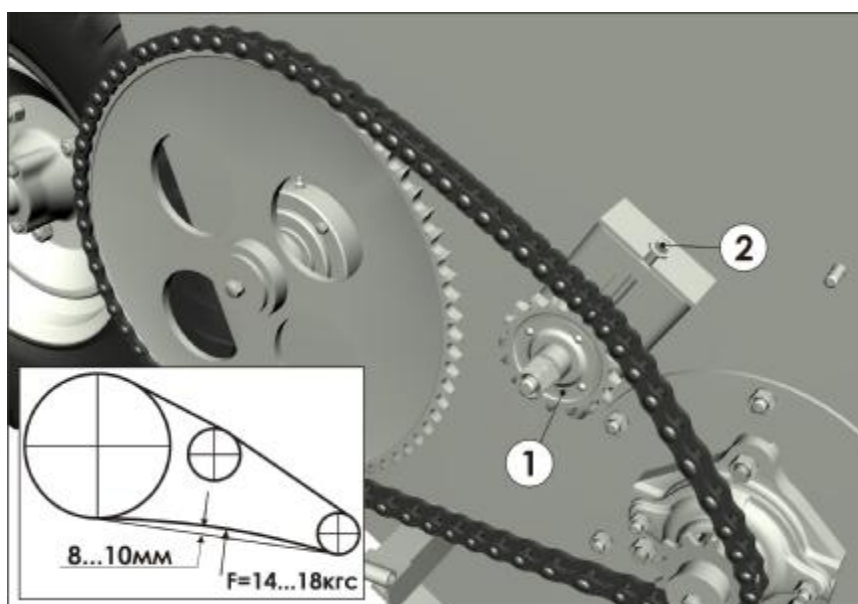

Рисунок 14 Регулировка натяжения цепной передачи
- натяжение цепи, при необходимости подтянуть по рис.14;
Натяжение цепной передачи осуществляется натяжной звездочкой 1 (рис. 14). Винтом 2 изменяется натяжение цепи. В правильно отрегулированной передаче при усилии на цепь в 14...18кгс, её прогиб должен составить 8...10мм.